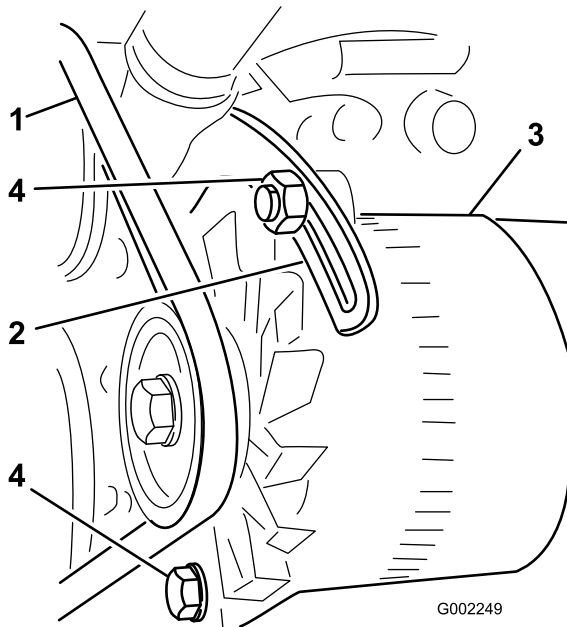

図 57
3. ブレースをエンジンに固定しているボルト、およびオルタネータをブレースに固定しているボルトをゆるめる (図 57)。